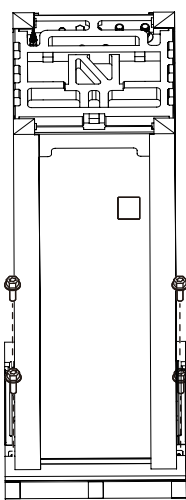

Fig. 5-3
- Retire los 4 tornillos de la base de madera (consulte la Fig.5-3).